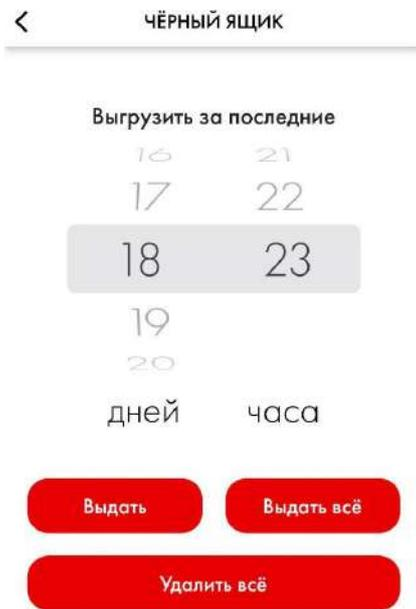
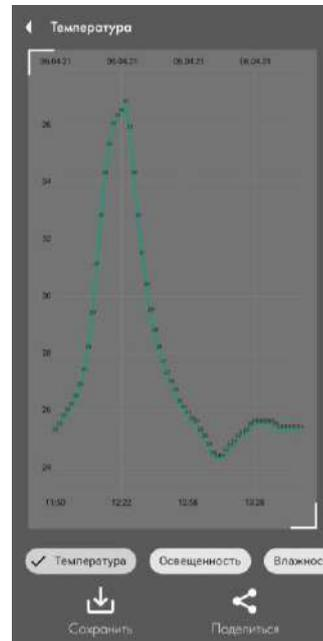

Рисунок 10 - Выбор промежутка времени
Рисунок 11 - Вид графиков по времени
2.3.8 При нажатии на кнопку «**Черный ящик**» появится окно (рисунок 10), в котором доступна настройка выбора временного интервала, за который будет осуществлена выгрузка показаний сенсоров TH-BLE. При выгрузке данные отображаются на экране мобильного телефона (в виде графиков) (рисунок 11) и доступны в формате документа для импорта на персональный компьютер (ПК).